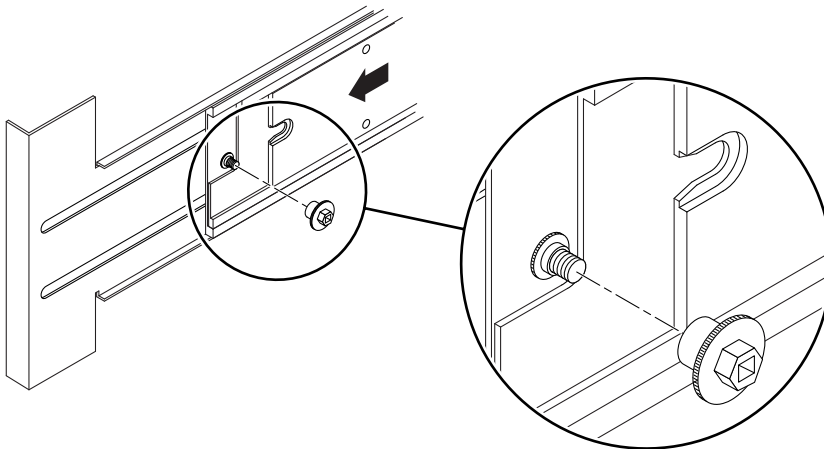

FIGURA 1-14 Colocación y fijación de la tuerca de bloqueo
5. Accediendo desde la parte posterior del sistema, coloque las tuercas de bloqueo, una en cada riel (FIGURA 1-14).